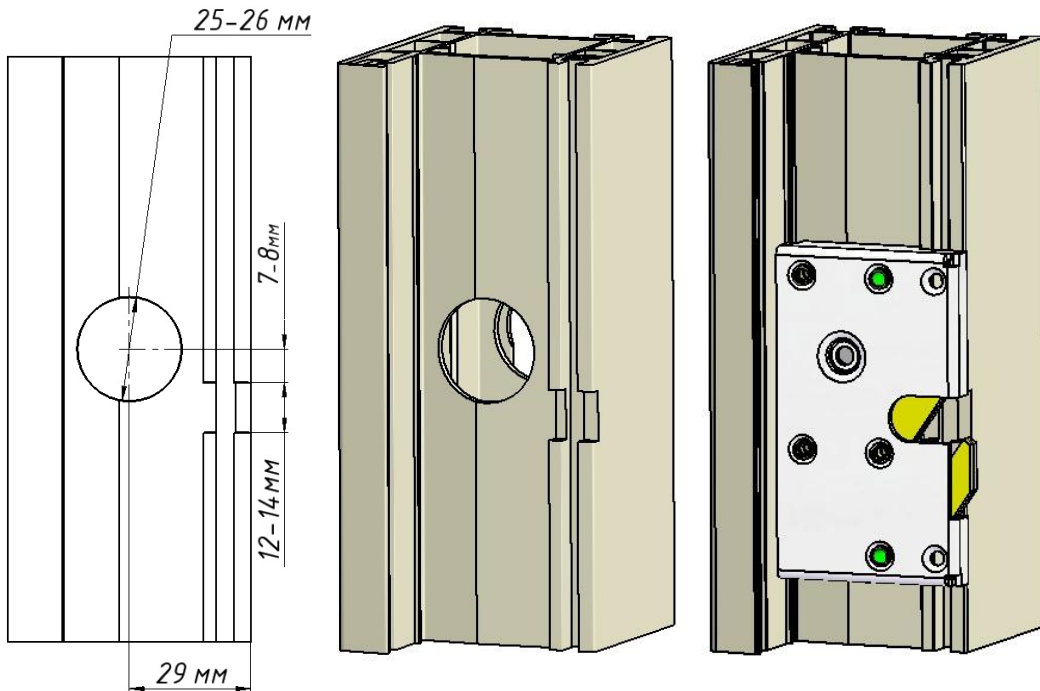

Рис.2 Установка защёлки в профиль дверной коробки
1. На расстоянии 29 мм от края профиля дверной коробки разметить центр отверстия под блокиратор защёлки (см. рис.2).
2. В профиле фрезой диаметром 25-26 мм просверлить сквозное отверстие (рис.2). Отверстие должно быть просверлено насквозь пластикового профиля (включая металлический каркас, находящийся внутри профиля).